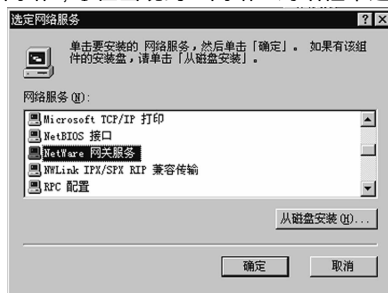

图 10
①在 Windows NT Server 4.0 服务器上选择“我的电脑 / 控制面板 / 网络”；②在出现的“网络”对话框中选择“服务”标签，单击“添加”按钮，在出现的图 10 所示对话框中选择“网络服务”列表中的“NetWare 网关服务”，然后单击“确定”按钮，输入 Windows NT Server 4.0 安装盘的路径后，系统安装所需的程序；③如果服务器上尚未安装 NWLink IPX/SPX（微软公司为了兼容 Novell 公司的 IPX/SPX 所使用的协议）通信协议，选择“网络”对话框中的“协议”标签，单击“添加”按钮进行安装，以实现与 NetWare 服务器的通信；④选择“协议”标签中的“NWLink IPX/